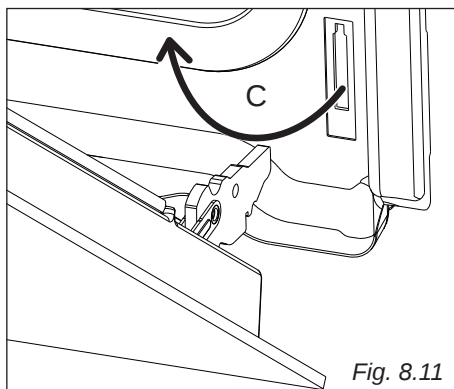

Fig. 8.11
- Estrarre i ganci delle cerniere (destra e sinistra) dal loro alloggiamento (freccia "C" - fig. 8.11).
- Pull the hinge hooks, right and left, out of their seatings, arrow "C" in figure 8.11.